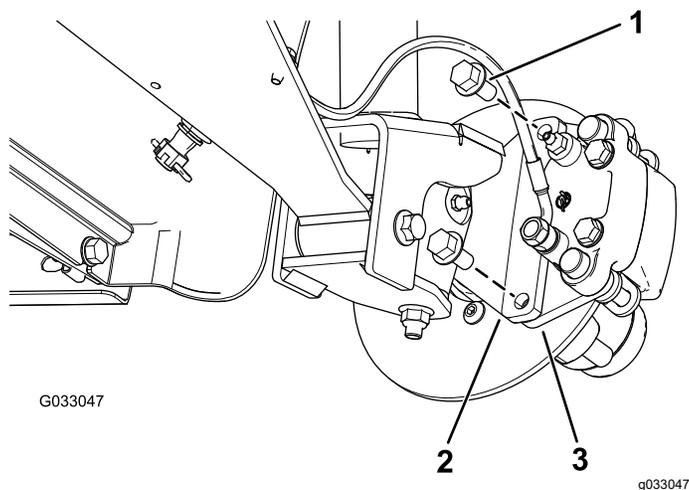
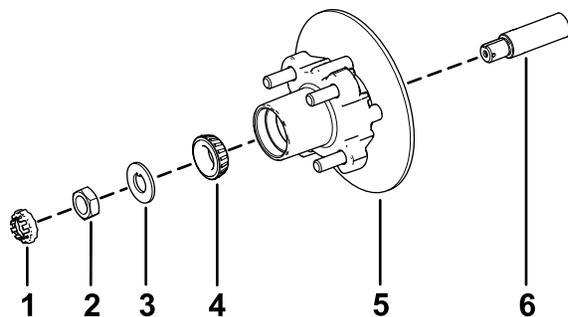

図 29
図 33
3. ブレーキアセンブリ用のブラケットをスピンドルに固定しているフランジヘッドボルト $\frac{3}{8}$ " x $\frac{3}{4}$ "を外してスピンドルからブレーキを取り外す 図 29。
1. スピンドルに所定のグリスを薄く塗る 図 33。
2. ハブとロータをスピンドルに取り付ける。ロータを内側にすること 図 33。
3. スピンドルに外側ベアリングを取り付けてレースにはめる 図 33。
4. スピンドルにタブワッシャを取り付ける 図 33。
5. スピンドルにスピンドルナットを取り付け、ハブを回してベアリングを着座させながらナットを 15 N·m 1.52 kg.m = 11 ft-lb に締めつける 図 33。
2. ブレーキパッドをロータのそれぞれの側に合わせ 図 29、キャリパブラケットの穴と、スピンドルフレームのブレーキ取り付け部の穴を整列させる 図 33。
3. キャリパブラケットをスピンドルフレームに固定する 図 29 フランジヘッドボルト $\frac{3}{8}$ " x $\frac{3}{4}$ " 2本を使用する。